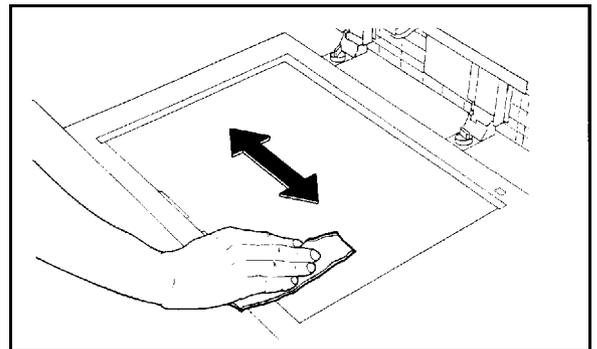

Figure 3 : Nettoyage de la glace d'exposition
- 2 Essayez la glace d'exposition dans le sens de la longueur (figure 3). Ne posez pas vos doigts sur la glace.